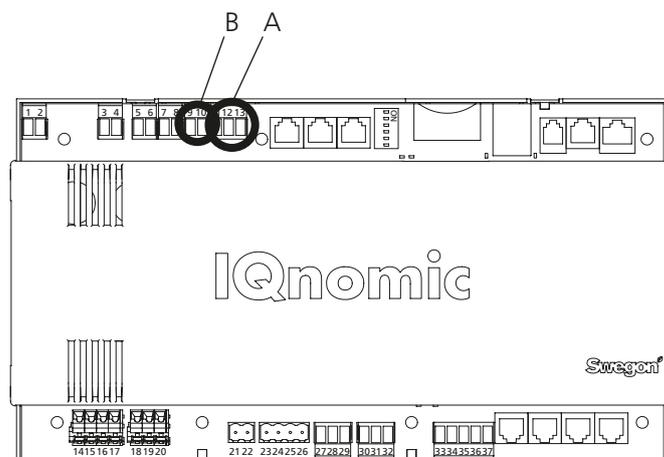

Fig. 6
Connecter l'alimentation 24 V CA aux bornes Vin+ (24) et terre (GND - 23). L'alimentation électrique peut provenir du module de commande de la centrale de traitement d'air, voir ci-dessous et le point B de la Fig. 6.
Connecter le réseau du module de communication GOLDen GATE au module de commande de la CTA GOLD (A dans la Fig. 6). Utiliser un câble à 3 conducteurs.